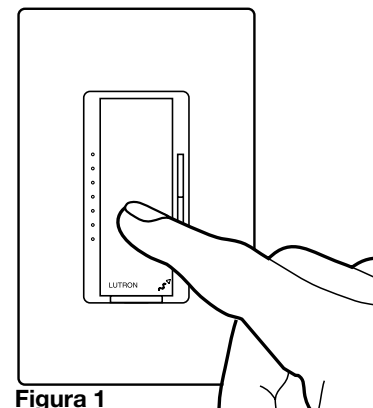

Figura 1
a. Pulse y mantenga pulsado el botón del atenuador/interruptor (Figura 1) durante aproximadamente 6 segundos. Una vez que los LED comiencen a destellar lentamente, suelte el botón.